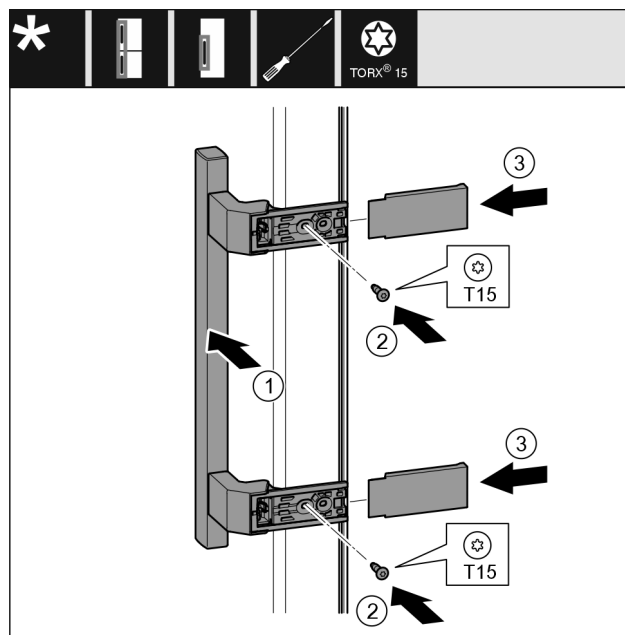

Fig. 50
- Breng het handvat Fig. 50 (1) aan de andere kant aan.
- Schroeven Fig. 50 (2) met een schroevendraaier vastschroeven.
- Plaats de afdekkingen Fig. 50 (3) op de zijkanten en schuif ze erop.